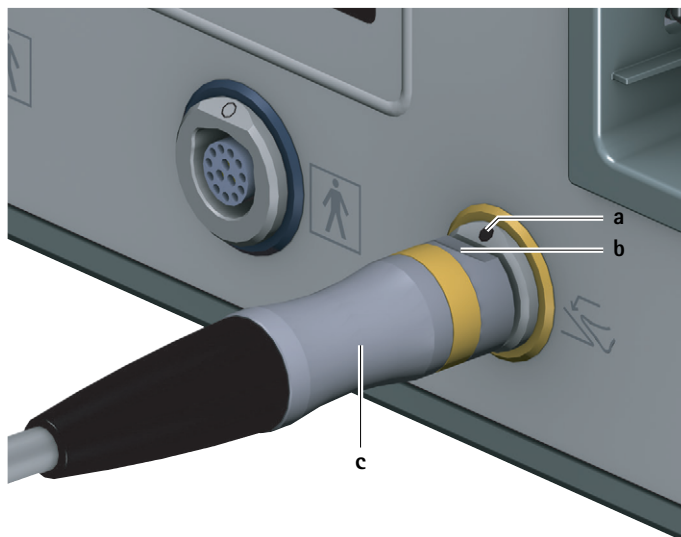

Рис. 2 Подсоединение блока ножного управления
- Выровнять штекер блока ножного управления с так, чтобы маркировка b на штекере соответствовала маркировке a на гнезде блока ножного управления 6, см. Рис. 2.
- Вытянуть штекер блока ножного управления с из гнезда блока ножного управления 6, см. Рис. 2.